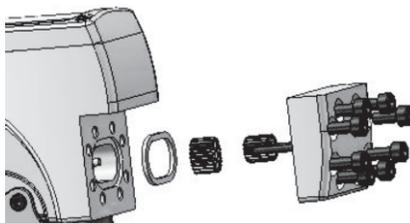

Figura 4
- F.4.2 Use uma chave inglesa para retirar os parafusos hexagonais do corpo da válvula. Veja a Figura 4;